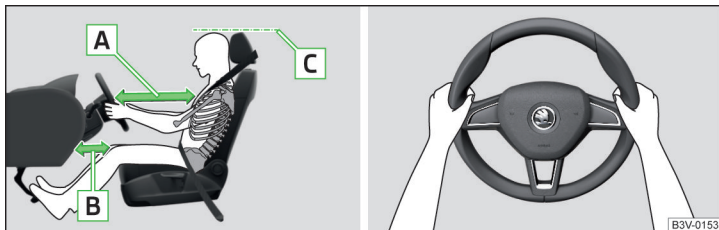

Fig. 2 Poziția corectă a scaunului șoferului/Poziția corectă la volan
- ✓ La autovehiculele cu airbag pentru genunchii șoferului, reglați longitudinal scaunul șoferului în așa fel, încât distanța de la picioare la planșa de bord să fie de minim 10 cm » [fig. 2 - \[B\]](#) în zona airbagului pentru genunchi.
- ✓ Reglați volanul în așa fel, încât distanța dintre volan și torace să fie de cel puțin 25 cm » [fig. 2 - \[A\]](#).
- ✓ Reglați tetiera astfel încât marginea superioară a tetierei să se afle, pe cât posibil, la aceeași înălțime cu partea superioară a capului dumneavoastră (nu este valabil pentru scaunele cu tetieră integrată) » [fig. 2 - \[C\]](#).
- În timpul mersului volanul trebuie ținut cu ambele mâini, de partea exterioră laterală, în poziția „orei 9” și „orei 3” » fig. 2. Nu țineți niciodată volanul în poziția „ora 12” sau în altă poziție (de exemplu de centrul volanului, de marginea interioară etc.). În caz contrar, în cazul declanșării airbagurilor, se poate provoca accidentarea gravă a mâinilor, brațelor și a capului.
- ✓ Reglați tetiera astfel încât marginea superioară a tetierei să se afle, pe cât posibil, la aceeași înălțime cu partea superioară a capului dumneavoastră » fig. 2 la pagina 12 - (nu este valabil pentru scaunele cu tetieră integrată).
- ✓ Reglați tetierele astfel încât marginea superioară a tetierei să se afle la aceeași înălțime cu partea superioară a capului dumneavoastră » fig. 2 la pagina 12 - .